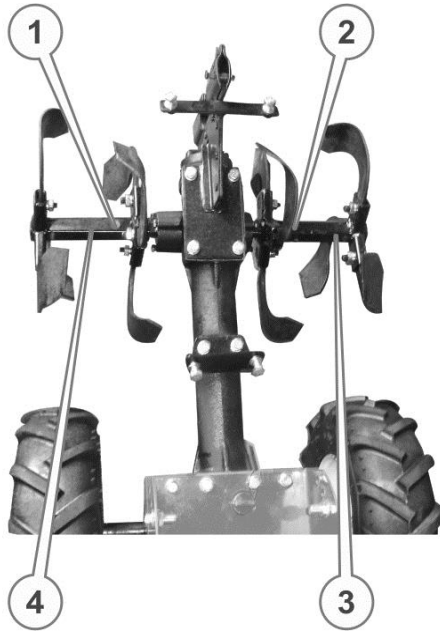

Рисунок 4.6. Роторна ґрунтофреза
8. Встановити основні секції роторної ґрунтофрези на вал для приводу ґрунтофрези – ліву з лівого боку, праву з правого боку, зафіксувати секції від осьового зсуву фіксуючими пальцями й законтрувати швидкознімними шплінтами (див. Рисунок 4.6.)
9. У разі необхідності (для збільшення ширини захоплення ґрунтофрези) вставити додаткові секції роторної ґрунтофрези в отвори основних секцій - ліву ліворуч, праву праворуч; зафіксувати секції від осьового зсуву фіксувальними пальцями й законтрувати швидкознімними шплінтами (див. Рисунок 4.6.).